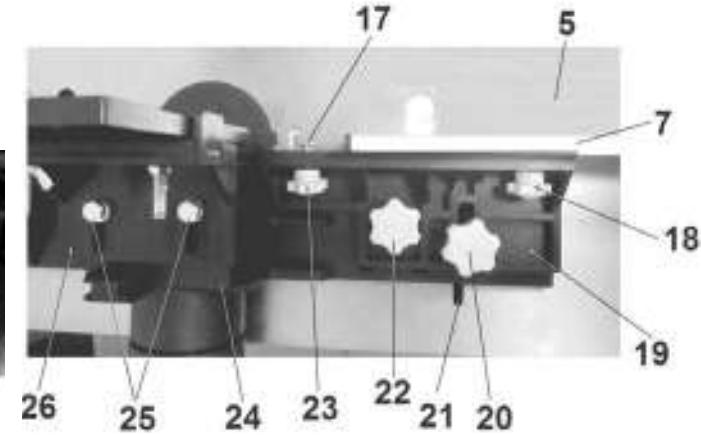

Рис.5
### 8.4. Установка стойки направляющих и прижимных планок, углового упора, Рис. 5 - 7.
8.4.3. Как показано на Рис. 5, на стойке направляющих планок (26) установите винты (17) с гайками (23), установите направляющие планки (7), положение планок закрепите гайками (23).